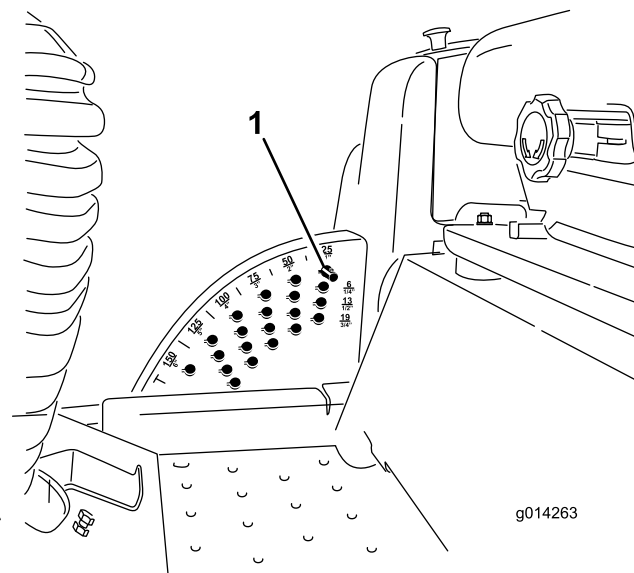

Рисунок 26
1. При работающем двигателе передвигайте переключатель подъема деки назад до тех пор, пока дека газонокосилки не поднимется полностью, а затем **немедленно отпустите переключатель** (Рисунок 26).
2. Поверните стопорный штифт так, чтобы его выступы совпали с прорезями в отверстиях кронштейна высоты скашивания, и извлеките штифт (Рисунок 26).
3. Выберите отверстие в кронштейне высоты скашивания, соответствующее необходимой высоте скашивания, вставьте штифт и, нажимая на него, поверните так, чтобы он зафиксировался в отверстии (Рисунок 26).
**Примечание:** В кронштейне есть четыре ряда отверстий (Рисунок 26). Верхний ряд обеспечивает высоту скашивания, указанную над штифтом. Второй ряд обеспечивает указанную высоту скашивания плюс 6 мм. Третий ряд обеспечивает указанную высоту скашивания плюс 12 мм. Четвертый ряд обеспечивает указанную высоту скашивания